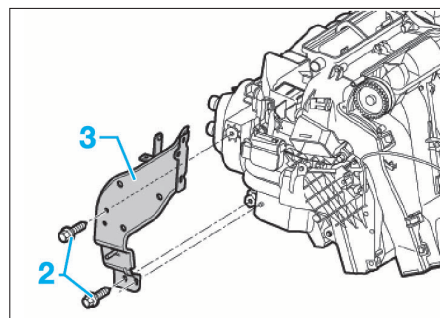

FIG. 13
- Déposer les vis (2) et dégager le support (3) (Fig.13).